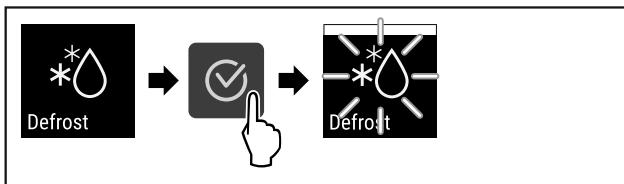

Fig. 85
- Провести етапи операцій (див. Fig. 85) .